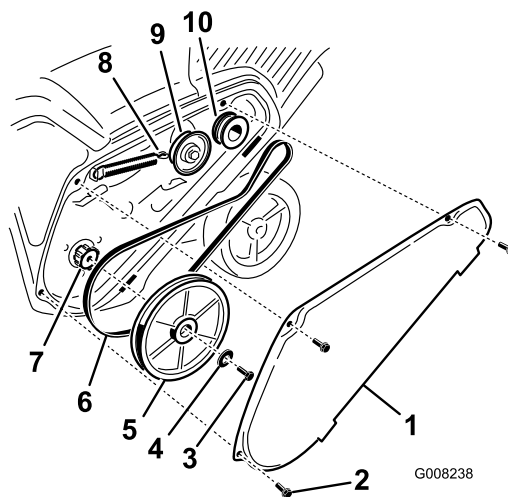

Figure 37
1. Enlevez le couvercle de la courroie d'entraînement après avoir retiré les 3 boulons comme montré à la Figure 37.
2. Débranchez le ressort de frein du bras de la poulie de tension pour détendre la courroie (Figure 37).
3. Enlevez la vis et la rondelle bombée qui retiennent la poulie de rotor (Figure 37).
4. Retirez la poulie de rotor et la courroie d'entraînement (Figure 37).
Remarque: Acheminez la courroie neuve autour de la poulie du moteur, puis de la poulie de tension, et enfin autour de la poulie de rotor desserrée, située juste au-dessus de l'arbre de rotor (Figure 37).
- Montez la poulie de rotor sur l'arbre de rotor (Figure 37).
- Montez la rondelle bombée et le boulon de fixation de la poulie de rotor, et serrez-les solidement (Figure 37).